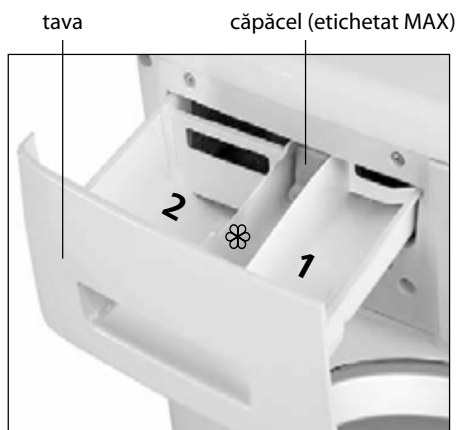
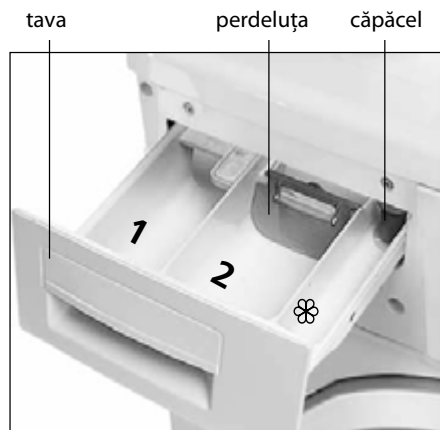
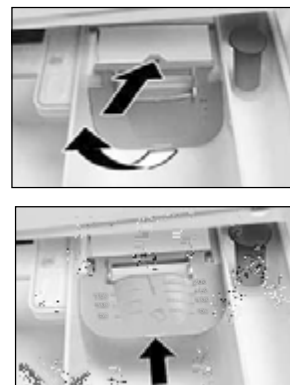

Figura 14
Figura 15
Figura 16
**6.2.6** Înainte de a utiliza detergenți sub formă de pulbere în tava așa cum se arată în Figura 15, trebuie să deschideți declanșatorul așa cum se arată în Figura 16: apăsați pe fila pe ea și transferați-o în poziție orizontală, apoi împingeți până la capăt în direcția indicată de săgeată.
**6.2.7** Când alegeți funcțiile suplimentare   , se recomandă să utilizați numai detergenți praf, care sunt plasate în împărțiturile 1 și 2, în conformitate cu Figura 14, 15.
În mașina cu o tavă așa cum se arată în Figura 15, înainte de a utiliza detergentul lichid este necesar a transfera declanșatorul în poziție verticală: împingeți-l spre sine până se oprește și lasați.
**6.2.9** Supradozajul substanțelor de tratament special în împărțitura ☼ (mai sus de MAX marcat pe capac așa cum se arată în Figura 14 sau eticheta de pe partea laterală a împărțiturii, în conformitate cu Figura 15), precum și intrarea lor în împărțitura vecină reduce calitatea de spălare.